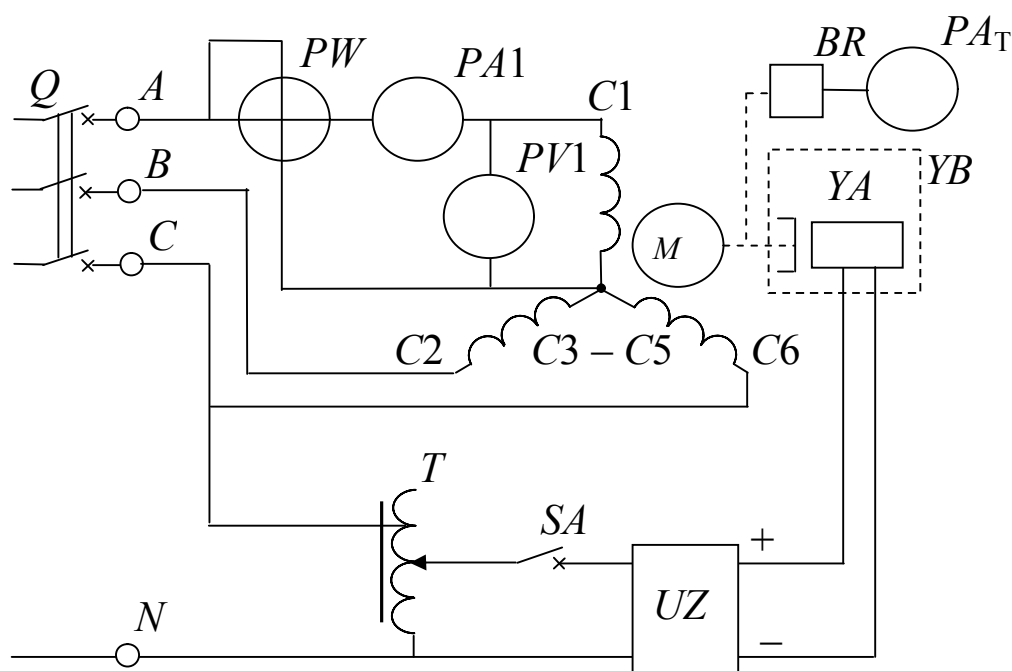

Рис. 1. Схема экспериментальной установки
Нагрузкой двигателя  $M$  (рис. 1) служит тормоз с электромагнитным приводом  $YB$ . Его основными частями являются алюминиевый диск, укрепленный на валу, сочлененный муфтой с валом двигателя, и электромагниты  $YA$ , окружающие диск. При питании катушек электромагнитов постоянным током создается магнитное поле, индуктирующее во вращающемся диске вихревые токи. В результате взаимодействия вихревых токов с магнитным полем возникает момент в направлении вращения диска, который поворачивает электромагниты вместе с противодействующим грузом и стрелкой, указывающей значение вращающего момента на неподвижной шкале. Величина тормозного момента регулируется изменением тока в катушках электромагнитов  $YA$ , осуществляемого автотрансформатором  $T$  типа АОСН-2-220 через выпрямитель  $UZ$  ("Выпр. II").
4.3. Собрать электрическую схему (рис. 1) и дать ее проверить лаборанту. При этом все выключатели должны находиться в выключенном состоянии (нижнее положение), а регулятор автотрансформатора  $T$  – против часовой стрелки до упора.